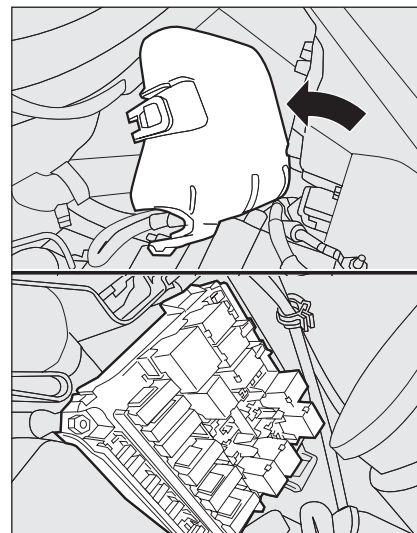

fig. 49
- déplacer le couvercle vers le projecteur, en le tournant dans le sens contraire des aiguilles d'une montre (comme indiqué par la flèche) et enlever le **fig. 49**.